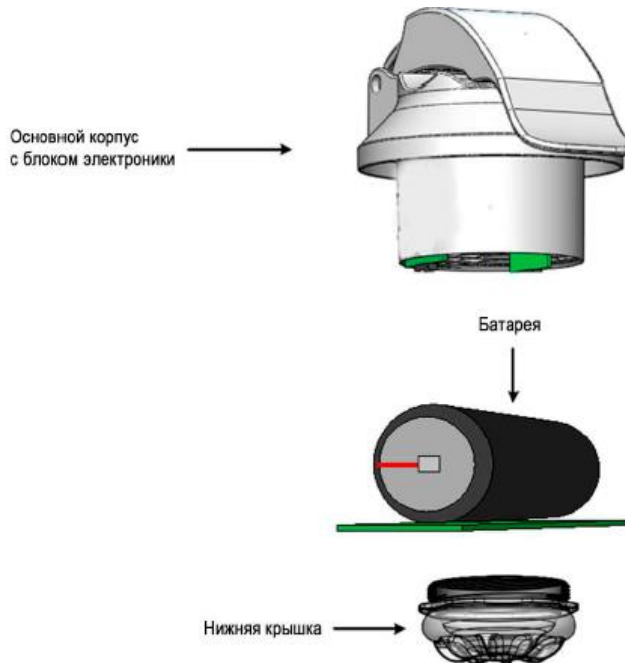

Рисунок 1 – Состав индикатора ИКЗ-В31Л
1.3.3 Блок электроники включает датчик электрического поля, датчик магнитного поля, средства обработки сигнала (см. Рисунок 1).